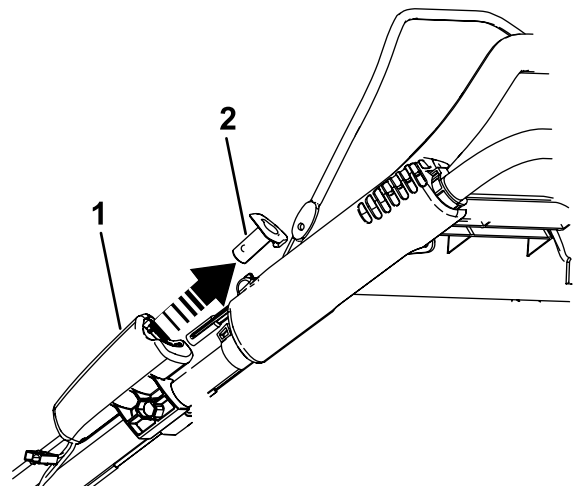

Figure 35
1. Retirez le bouton de démarrage électrique comme montré à la Figure 35 (modèle à démarrage électrique seulement).